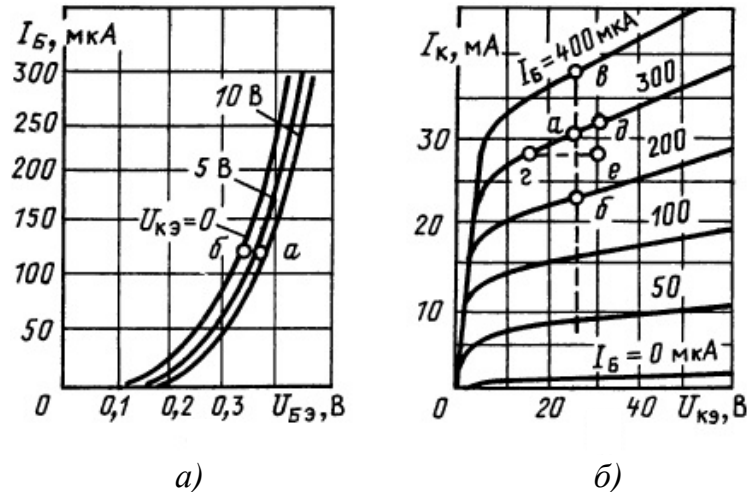

Рис. 2.52. ВАХ транзистора с общим эмиттером
Дано: ВАХ транзистора с общим эмиттером (рис. 2.52). Рабочая точка с напряжением  $U_{\kappa\varepsilon} = 25 \text{ В}$  и током базы  $300 \text{ мкА}$ .
1. Параметр  $h_{21\varepsilon}$  находится из расстояния между выходными характеристиками (рис. 2.52, а).
Приращения тока  $\Delta I_{\kappa}$  и напряжения  $\Delta U_{\kappa\varepsilon}$  при фиксированном значении тока базы  $I_{\text{Б}} = 300 \text{ мкА}$  (треугольник  $z \delta e$ ) (рис. 2.52, б).